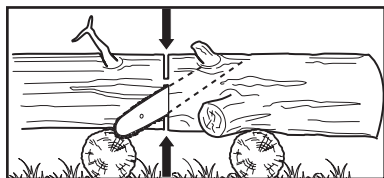

Rys. 30
1. Aby ułatwić sobie cięcie, należy postępować zgodnie z poniższymi wskazówkami. Jeśli dłużycza jest podparta na całej długości (rys. 30), należy ją ciąć od góry.